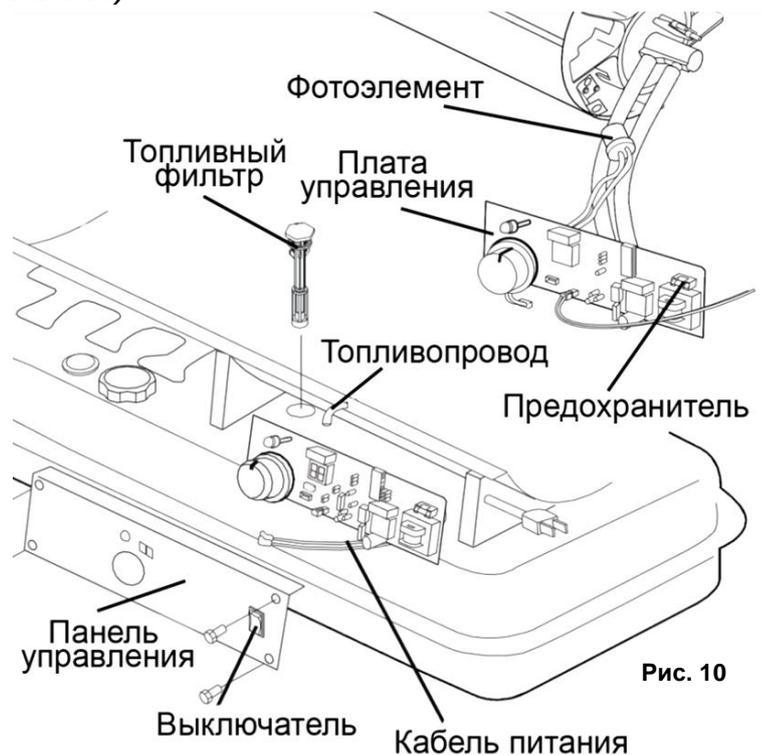

Рис. 10
- Для поворота клапана используйте плоскую торцевую отвертку (См. Рис.10).
Обслуживание топливного фильтра (См. Рис. 10)